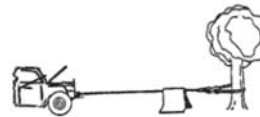

Figura 5
10. Al tirar de cargas pesadas, se recomienda colocar un paño pesado o una funda sobre el cable metálico cerca del extremo con gancho (figura 5). De producirse la ruptura del cable metálico, el paño actuará como un amortiguador y ayudará a evitar que el cable metálico dé un latigazo. Levante el capó del vehículo para mayor protección.